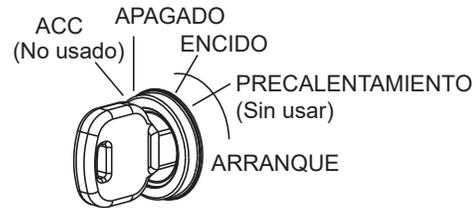

Figura 17. Interruptor y llave de encendido
2. Inserte la llave de encendido en el interruptor de encendido (Figura 17).